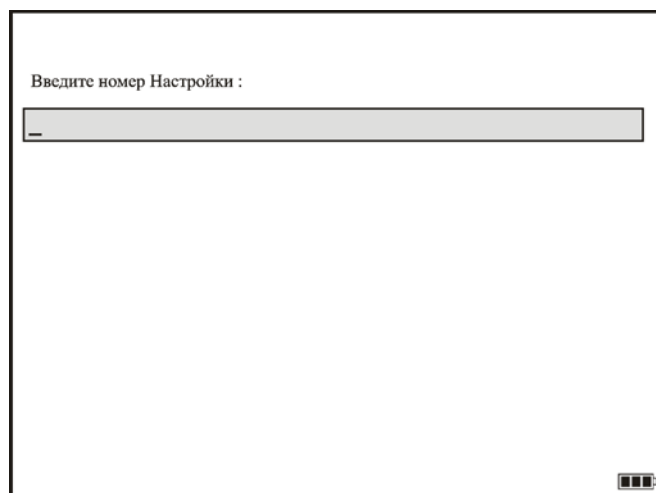

Рис. 5.27.
5.6.2.1. Для создания настройки в параметре **«Образец 1»**, **«Образец 2»** или **«Образец 3»** необходимо вызвать параметр **«Образец 1»**, **«Образец 2»** или **«Образец 3»** основного меню, затем в появившемся окне (рис. 5.27) необходимо ввести номер настройки по образцу, сохраненной в памяти дефектоскопа в меню